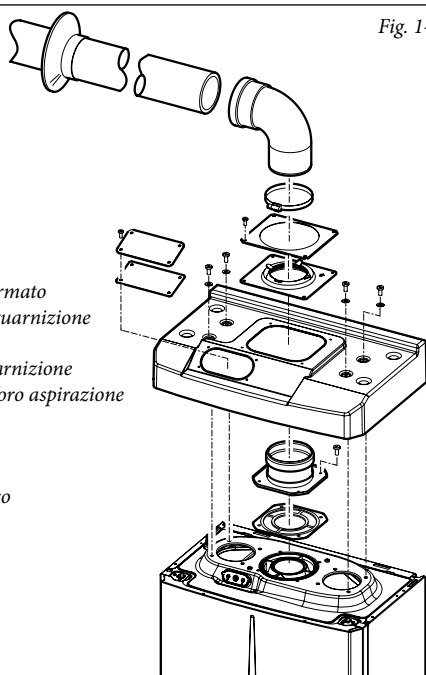

Fig. 1-11
- **Montaggio kit copertura (Fig. 1-11).** Smontare dai fori laterali rispetto a quello centrale i due tappi e le guarnizioni presenti, quindi coprire il foro di aspirazione destro con l'apposita piastra fissandolo sul lato sinistro con 2 delle viti precedentemente smontate. Installare la flangia Ø 80 di scarico sul foro più interno della caldaia interponendo la guarnizione presente nel kit e serrare con le viti in dotazione. Installare la copertura superiore fissandola con le 4 viti presenti nel kit interponendo le relative guarnizioni. Innestare la curva 90° Ø 80 con lato maschio (liscio), nel lato femmina (con guarnizioni a labbro) della flangia Ø 80 sino a portarla in battuta, infilare la guarnizione facendola scorrere lungo la curva, fissarla tramite la piastra in lamiera e stringere mediante la fascetta presente nel kit facendo attenzione di fermare le 4 linguette della guarnizione.